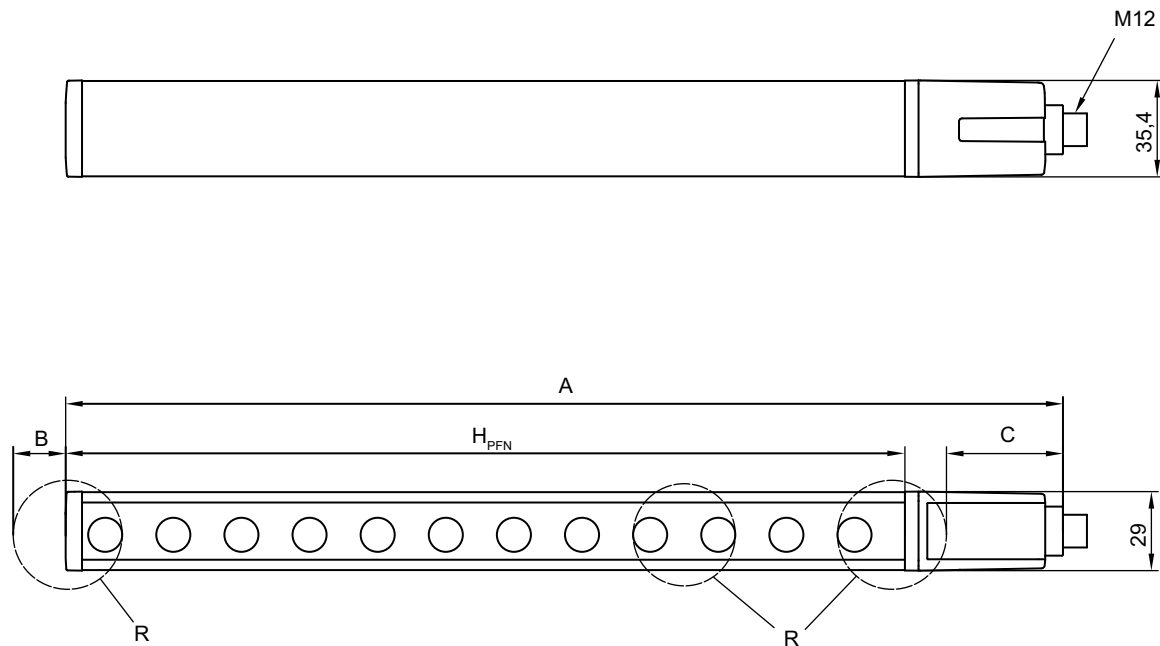

Bild 14.1: Maße Sender und Empfänger
Abmessungen	siehe Bild 14.1 und siehe Tabelle 14.7
b) Gesamthöhe, siehe Bild 14.1